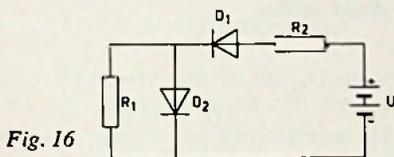

Fig. 16
- ① In fig. 16 zijn twee gelijke dioden,  $D_1$  en  $D_2$ , opgenomen, waarvan in fig. 17 de karakteristiek is getekend. De weerstanden  $R_1$  en  $R_2$  zijn  $20 \Omega$ . De spanning  $U$  is 2,5 volt. Bepaal de stroom in ieder van de dioden.